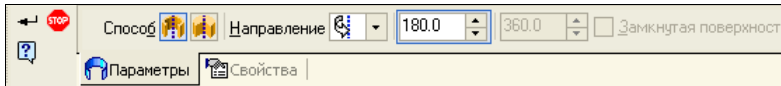

Рис. 24.4. Панель свойств: Поверхность вращения
- ◆ вызовите команду **Поверхность вращения** . Появилась Панель свойств: Поверхность вращения (рис. 24.4) с двумя вкладками: **Параметры** и **Свойства**. Элементы управления данных вкладок аналогичны Панели свойств: Элемент вращения. На Панели свойств на вкладке **Параметры**: